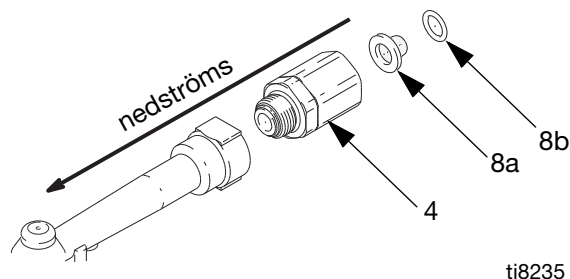

FIG. 24
2. Skruva loss slangen från sviveln (4) (FIG. 24).
3. Ta bort O-ringen (8b) och filtret (8a) från svivelns (4) insida. Använd ett O-ringsverktyg (FIG. 24).
4. Tryck in det nya filtret (8a) i sviveln (4) och kontrollera att det sitter rätt (FIG. 24).
5. Byt O-ringen (8b) (FIG. 24).
6. Skruva tillbaka slangen i sviveln (4) (FIG. 24).
OBS! Placera det nya filtret (8a) med den konkava sidan av filternätet vänd nedströms som bilden nedan visar FIG. 24.